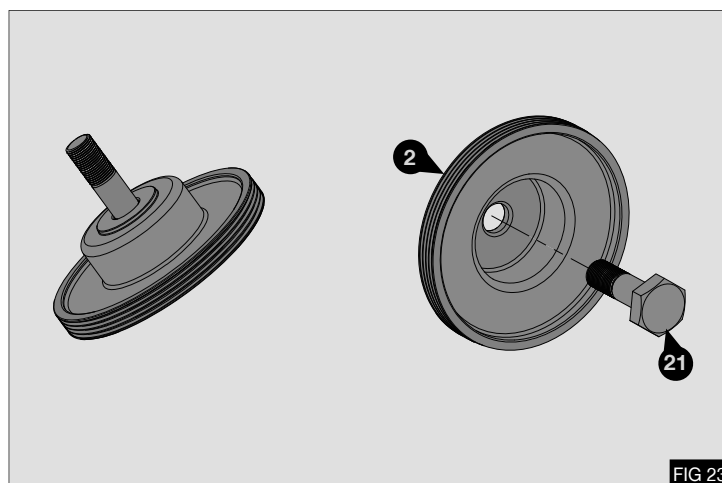

FIG 23
1. Inserire il bullone M20 x 66 (14) nella puleggia motrice supplementare 2 - Fig 23